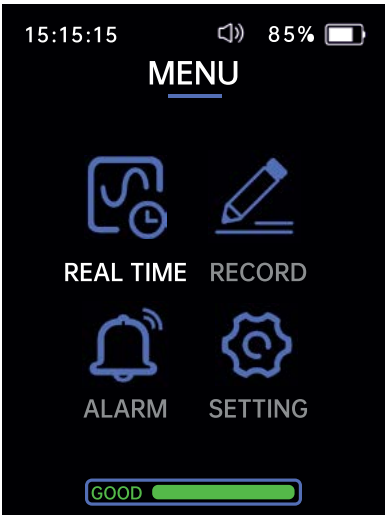

Rysunek 1
Dopo l'accensione, lo schermo LCD (2) visualizzerà l'ora, il volume, lo stato della batteria, i valori di formaldeide (HCHO) e dei composti organici volatili totali (TVOC), la temperatura e l'umidità ambiente e l'indicatore di qualità dell'aria (Fig. 1). Premere il pulsante Menu (6) per accedere al menu principale. Tenere premuto il pulsante Sinistra (4) per 3 secondi per passare da °C a °F e viceversa. Premere i pulsanti Sinistra (4) e Destra (8) per accedere alle funzioni del menu (Fig. 2).
Po włączeniu zasilania ekran LCD (2) wyświetli godzinę, głośność, stan naładowania akumulatora, wartości formaldehydu (HCHO) i całkowitą zawartość lotnych związków organicznych (TVOC), temperaturę i wilgotność otoczenia oraz wskaźnik jakości powietrza (Rys. 1). Naciśnij przycisk Menu (6), aby przejść do menu głównego. Naciśnij przycisk W lewo (4) i przytrzymaj go przez 3 sekundy, aby przełączać między jednostkami °C i °F. Naciśnij przyciski W lewo (4) i W prawo (8), aby przejść do funkcji menu (Rys. 2).